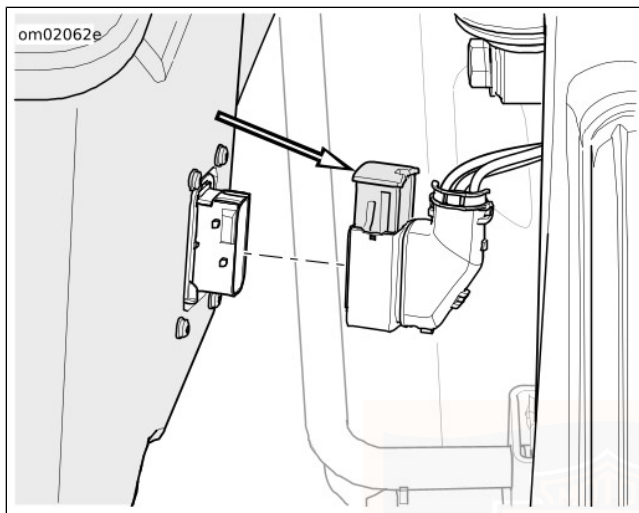

Figure 30. Barre de verrouillage du connecteur gauche
- b. **Sacoche gauche** : Voir Figure 30. Tirer la barre de verrouillage pour la faire sortir. Séparer le connecteur.
- b. **Sacoche gauche** : Voir Figure 30. Installer le connecteur. Enclencher la barre de verrouillage.